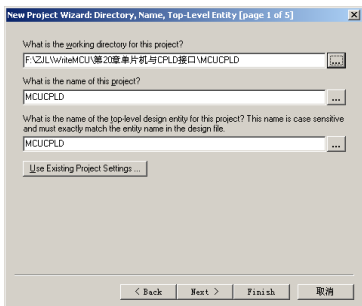

图 27-22 文件夹设置对话框
- (3) 单击“Next”按钮，进入文件夹设置对话框，如图 27-22 所示。其中，可以分别指定该工程项目的保存路径、工程名称和顶级设计实体的名称。